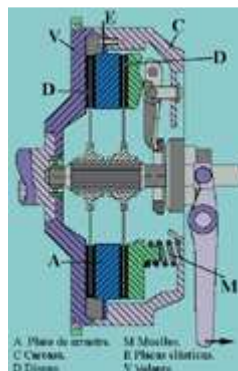

Fig. 16
- **Embrague de fricción de dos discos (fig. 16)**